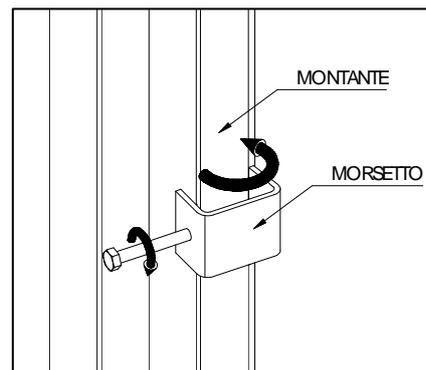
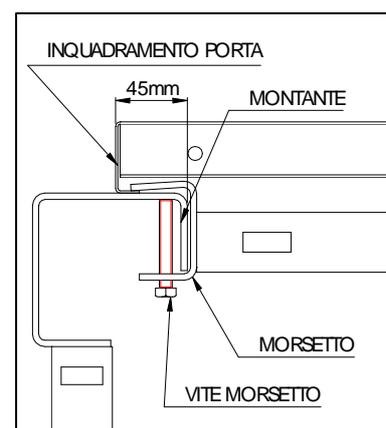

Fig. 18.4
Fig. 18.5
- ✓ Inserire i morsetti a vite tra il montante e l'inquadramento porta (Fig. 18.4) quindi stringere la vite del morsetto fino alla sua chiusura sull'interno del montante. Al termine del montaggio il morsetto dovrà presentarsi come in Fig. 18.5.